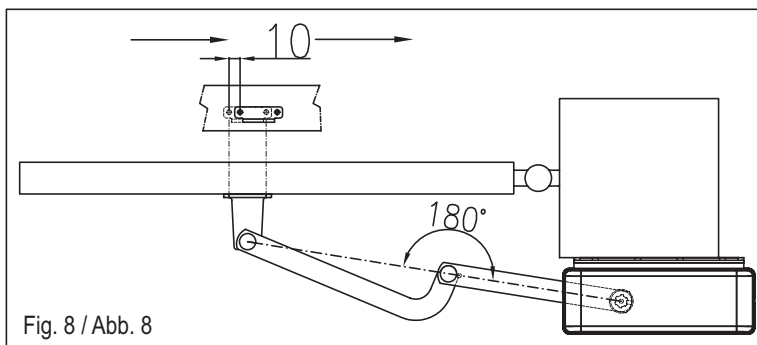

Fig. 8 / Abb. 8
01. Enlever le bouchon de protection du débrayage (A) ;
02. Desserrer les vis (B) et retirer le couvercle (C) ;
03. Dévisser les vis et les écrous (D) et enlever l'opérateur de la plaque d'ancrage (E) ;
04. Fixer la plaque d'ancrage (E) dans la position voulue avec 4 chevillées expansion où, quand cela est possible, en la soudant à la colonne portante ;
05. Remonter l'opérateur et serrer les vis et les écrous (D) ;
06. Monter le bras articulé assemblé (F) sur l'opérateur et le fixer avec la vis (G) et le goujon (H) ;
07. Débrayer l'opérateur avec la clé (I) et positionner le bras complètement ouvert sur le vantail du portail fermé (fig. 8) ;
08. Définir ensuite la position de la patte avant et se déplacer de 10 mm vers l'opérateur comme indiqué sur la fig. 8 ;
10. Régler de manière adéquate les cames de fin de course (L) ;
11. Positionner le couvercle (C) et fixer les vis (B) ;
12. Rebloquer l'opérateur et remettre en place le bouchon de protection du débrayage (A).
01. Quite el tapón que cubre el dispositivo de desbloqueo (A).
02. Afloje los tornillos (B) y extraiga la tapa (C).
03. Desenrosque los tornillos y las tuercas (D) y quite el motorreductor de la placa de fijación (E).
04. Fije la placa de fijación (E) en la posición escogida con 4 tacos de expansión o, cuando sea posible, soldada a la columna portadora.
05. Monte nuevamente el motorreductor y apriete los tornillos y las tuercas (D).
06. Monte el brazo articulado ensamblado (F) en el motorreductor, fijándolo con el tornillo (G) y el pasador (H).
07. Desbloquee el motorreductor con la llave correspondiente (I) y acomode el brazo totalmente abierto sobre la hoja de la cancela cerrada (Fig. 8).
08. Determine la posición de la placa anterior y desplácese 10 mm hacia el motorreductor, tal como se muestra en la Fig. 8.
10. Regule adecuadamente las levas de fin de carrera (L).
11. Monte la tapa (C) y fije los tornillos (B).
12. Bloquee nuevamente el motorreductor y coloque el tapón que cubre el dispositivo de desbloqueo (A).